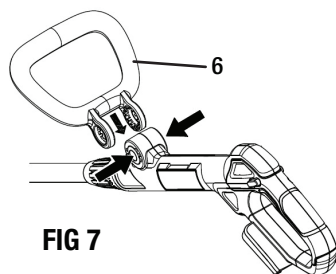

FIG 7
Para instalar el mango delantero (6), presione dos botones con los dedos y mantenga presionados, instale el mango delantero en la base de botones como se muestra en la fig. 7.